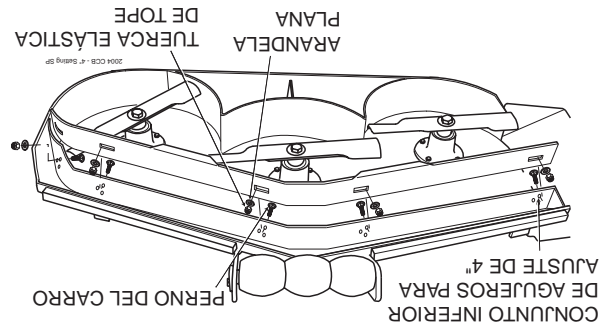

Figura 12. Posición 4" del deflector de corte personalizado
C. Posición 4" - el deflector se instala usando el conjunto inferior de agujeros en el deflector frontal soldado dentro de la plataforma de corte. (Vea la Figura 12) La colocación del deflector en el ajuste de 4" mejorará el corte en otoño (recogida de hojas) y reducirá los "soplos" en la plataforma de corte.